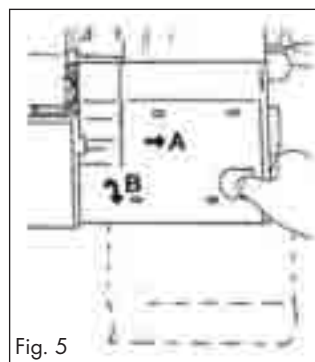

Fig. 5
- Deslice la tapa frontal ⑩ hacia la derecha (A) y tire de ella hacia usted (B) (Fig. 5). Detrás de la tapa frontal ⑩ puede ver la cámara de lanzadera.